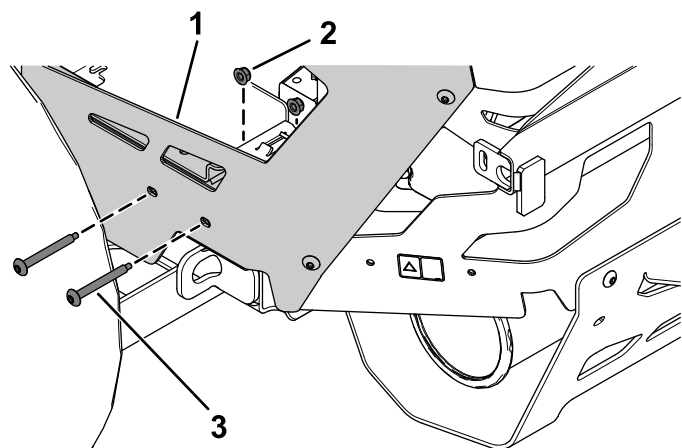

Figura 8
2. Remova os dois parafusos da cabeça Torx e duas porcas do resguardo traseiro esquerdo (Figura 8).